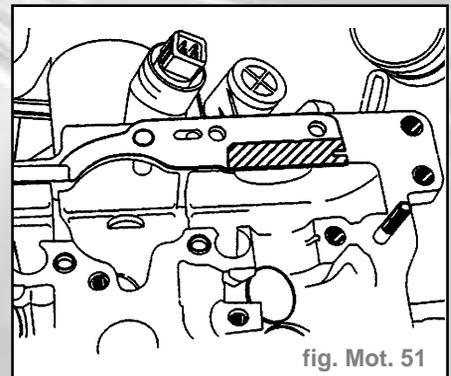

fig. Mot. 51
- Remplacer le joint métal-caoutchouc du dispositif de distribution variable ou du tendeur de chaîne et enduire légèrement la zone hachurée de produit d'étanchéité "**D 454 300 02**" (fig. mot. 51).